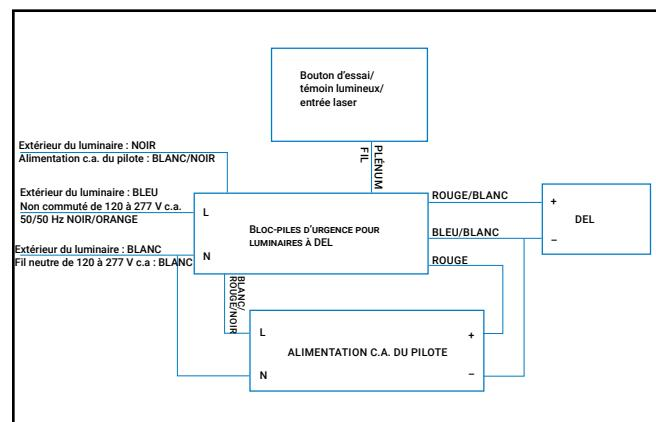

**Figure 4 – Installation de l'interrupteur d'essai à l'arrière du luminaire**
- iii. Installez l'interrupteur d'essai comme illustré à la figure 4.